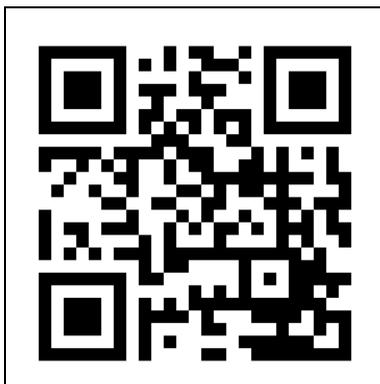

Figura 19
1. Deschideți manualul aplicației Eurom Smart cu codul QR (Figura 19) sau accesați www.eurom.nl/nl/manuals.